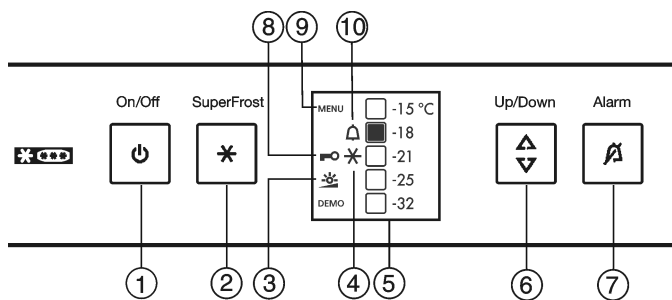

Fig. 3
- Symboli SuperFrost Fig. 3 (4) vilkkuu samanaikaisesti lämpötilänäytön kanssa.